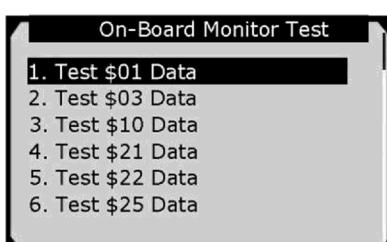

Рисунок 5-27
- 5) В меню **On-Board Monitor Test [Проверка бортовых мониторов]** с помощью кнопок прокрутки вверх/вниз выберите для просмотра необходимые результаты диагностики, а затем нажмите **кнопку OK**. См. рисунок 5-27.